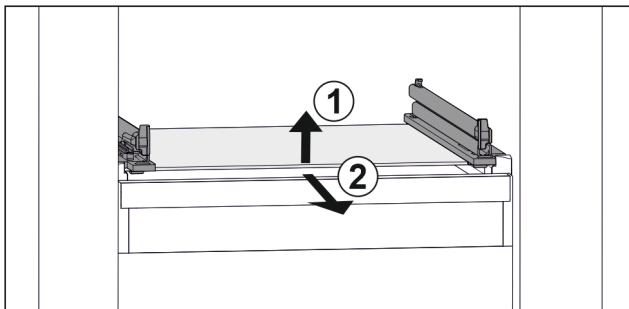

Fig. 114 Representación de la placa de vidrio a modo de ejemplo
- ▶ Levante la placa de vidrio por delante. Fig. 114 (1)
- ▶ Retire la placa de vidrio hacia adelante. Fig. 114 (2)